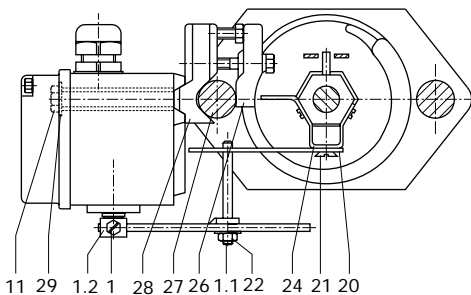

Fig. 4 · Aanbouw aan ventiel in stanguitvoering
2.1.2 Aanbouw aan ventiel in stanguitvoering (fig. 4)